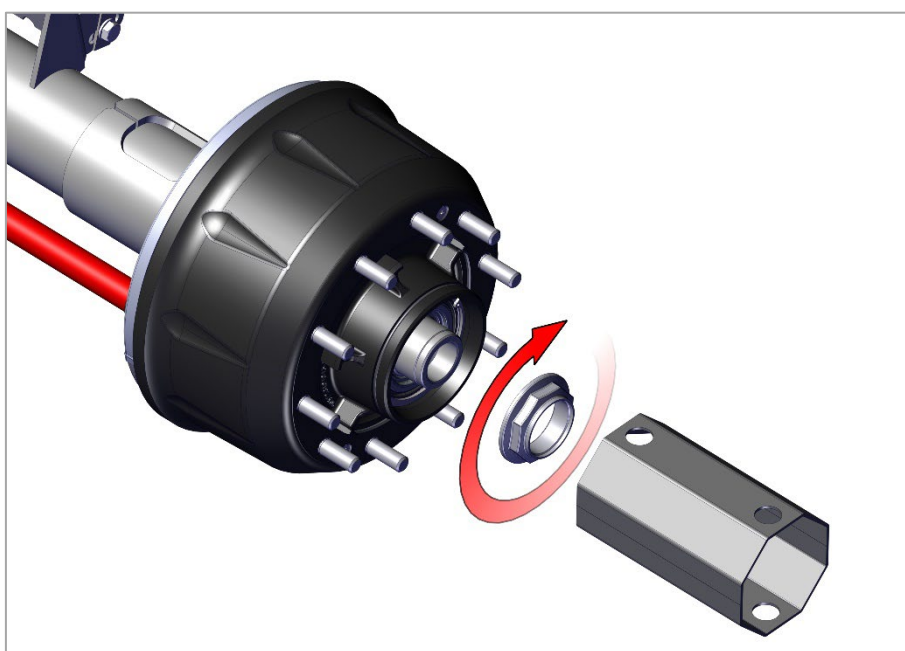

Рис. 21. Монтаж гайки подшипников ступицы.
2) Гайку подшипников ступицы (Рис. 21).